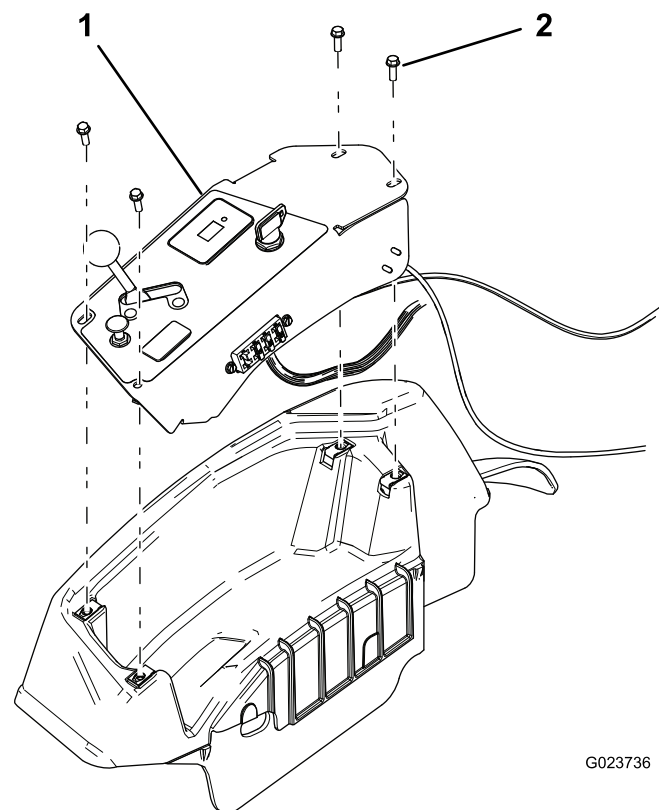

Figura 32
2. Retire el panel de control (Figura 32).